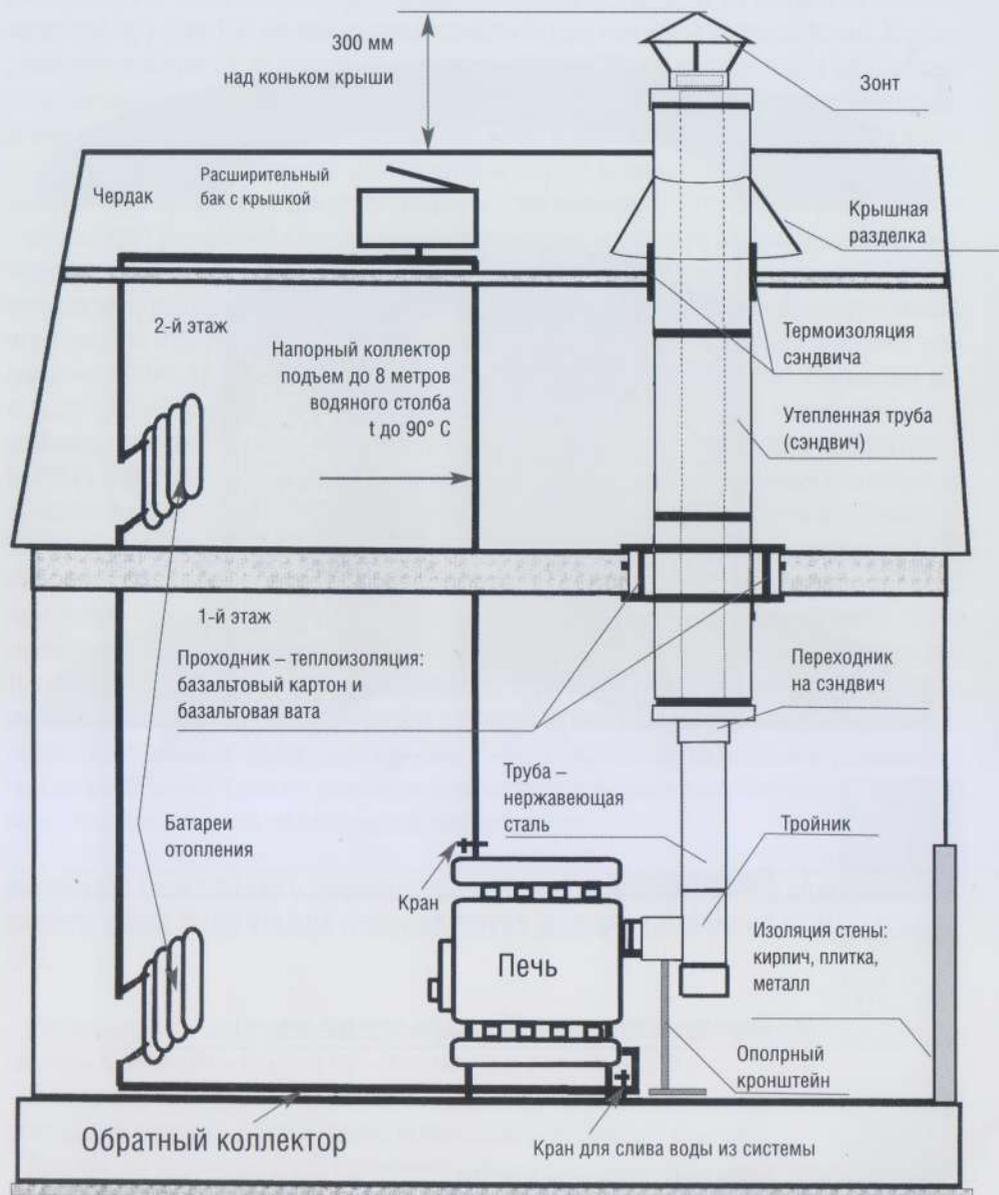

Рис. 5.
**ДЫМОХОД.** Согласно СНиП 41-01-2003 "Отопление, вентиляция, кондиционирование" (п. 6.13) дымовые трубы следует проектировать вертикальными, без уступов, из кирпича со стенками толщиной не менее 120 мм или из жаропрочного бетона толщиной не менее 60 мм. Необходимо предусмотреть в их основании карманы глубиной 250 мм с отверстиями для очистки, закрываемые чугунными дверками. В кирпичные и бетонные трубы необходимо устанавливать вкладыш из нержавеющей стали толщиной не менее 0,5 мм во избежание разрушения дымохода от воздействия конденсата. Допускается установка дымовых труб из сборных изделий, выполненных из нержавеющей стали толщиной 1 мм заводского изготовления (коаксиальных стальных труб (сэндвичей) с внутренним заполнением из негорючего теплоизоляционного материала) при этом размеры разделок указанных дымовых труб в месте примыкания строительных конструкций и расстоянием между наружными поверхностями дымовых труб и стеной, перегородкой и другими конструкциями здания следует выполнять с учетом требований приложения к СНиП 41-01-2003 "Отопление, вентиляция, кондиционирование". Параметры дымохода следует рассчитывать таким образом, чтобы в месте прохода через перекрытия дымоход проходил целиком - без стыков с другими элементами. **СТЫКОВКА ЭЛЕМЕНТОВ В ПЕРЕКРЫТИЯХ ЗАПРЕЩЕНА.** Расстояние от наружных поверхностей кирпичных или бетонных дымовых труб до стропил, обрешеток и других деталей кровли из горючих или трудногорючих материалов следует предусматривать в свету не менее 130 мм, от керамических труб без изоляции – 250 мм, а при наличии негорючей теплоизоляции с сопротивлением передачи 0,3 кв.м. х град.С/Вт – 130 мм. Металлический и керамический дымоходы должны иметь теплоизоляцию из минеральной ваты, керамзита или подобных материалов толщиной не менее 80 – 120 мм, что предотвратит появление конденсата и обеспечит оптимальную работу печи. Размещать дымоходы следует в удобных для потребителя местах внутри или снаружи здания согласно прилагаемым далее схемам (рис. 5–6). Допускается размещение дымохода в негорючих стенах. Диаметр дымохода должен быть не меньше дымо-отводящего патрубка печи. Печь должна иметь обособленный дымовой канал.